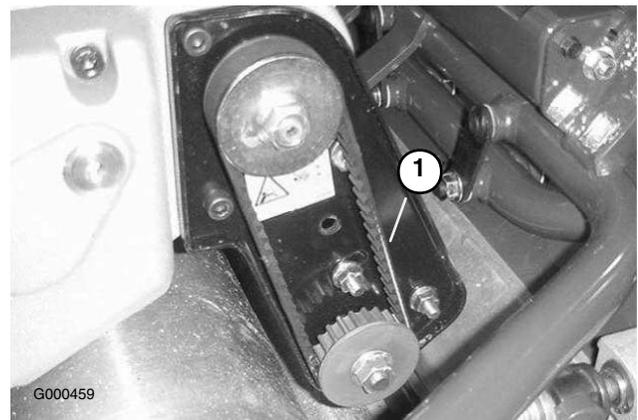

Figura 35
2. Verifique a pressão calcando a correia (Figura 35) até ficar entre o alternador e as polias, aplicando uma força de $17,8 \pm 4,4$ N. A correia deve atingir um desvio de 6,4 mm. Se o desvio for incorrecto, passe para o passo seguinte.